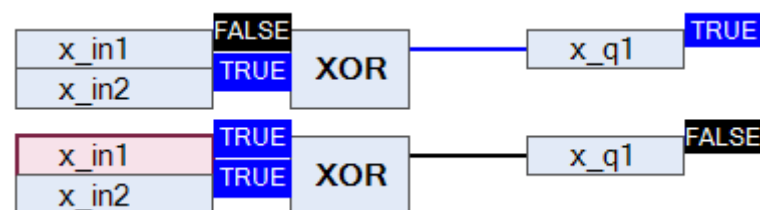

Рисунок 2.13 – Логическое «исключающее ИЛИ»
**Логическое «исключающее ИЛИ».** Логическое «исключающее ИЛИ» представлено элементом «XOR». В своей структуре имеет два входа и один выход (рис. 2.13). Логика работы элемента представлена в таблице 2.3.